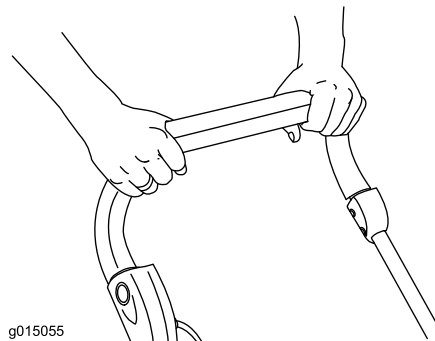

Figura 11
5. Sujete la barra de control contra el manillar y suelte el botón (Figura 11).